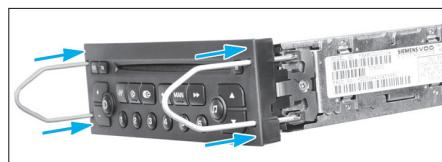

FIG. 28
- Extraire l'autoradio de son logement en introduisant dans les quatre perçages en façade, les deux épingle spécifiques qui vont permettre d'escamoter les pattes de fixation. Débrancher les connecteurs électriques ainsi que le câble d'antenne avant de déposer l'autoradio (Fig.28).